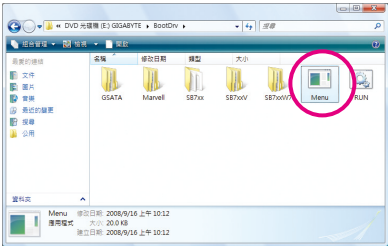
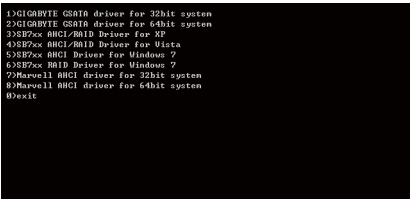

图2
图3
- 2：进入光盘中「BootDrv」文件夹，双击「Menu.exe」文件(图2)后会出现「命令提示符」画面，内含如图3的控制器选单。
- 3：放入空白软盘。按下SATA控制器驱动程序代码后再按<Enter>键。以图3的选单为例，若要安装Windows XP操作系统到AHCI或RAID SATA硬盘，请选择「3) SB7xx AHCI/RAID Driver for XP」。